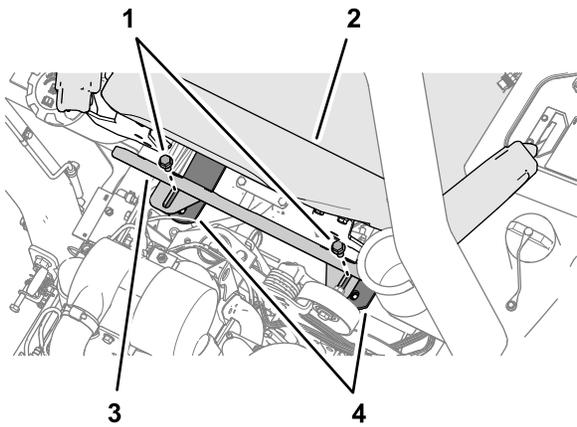

图58
5. 在操作员座椅的背面将隔热罩的孔和座椅箍带的孔与十字管上的隔离柱对齐图58。